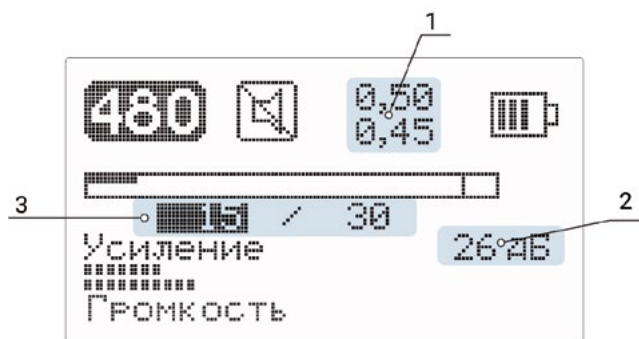

Рисунок 5
4.6.4. На каналах «480», «1К» и «10К» возможна работа со сменой частот (экран меню, строка «Режим MF»). Вход в режим п. 4.6.5.4. Вид основного экрана режима – Рис. 5.
Линейная шкала уровня сигнала разделена по горизонтали. На верхней и нижней половинах шкалы попеременно, синхронно с переключением частот, отображается уровень сигнала текущей частоты. Цифровая индикация уровня сигнала для каждой частоты (поз. 3, Рис. 5) происходит попеременно, синхронно с переключением частот.
Два числа (поз. 1, Рис. 5) показывают отношение уровня сигнала нижней частоты к уровню сигнала верхней. Верхнее число – отношение в текущем цикле смены частот, нижнее – в предыдущем.
Краткое нажатие на левый энкодер приводит к его переключению в режим регулировки усиления на нижней частоте. Соответственно в поз. 1 Рис. 5 появляется индикация этого режима. В поз. 3 Рис. 5 появляется динамическая числовая индикация уровня сигнала текущей частоты. В поз. 2 Рис. 5 отражается индикация установленного усиления на текущей частоте.